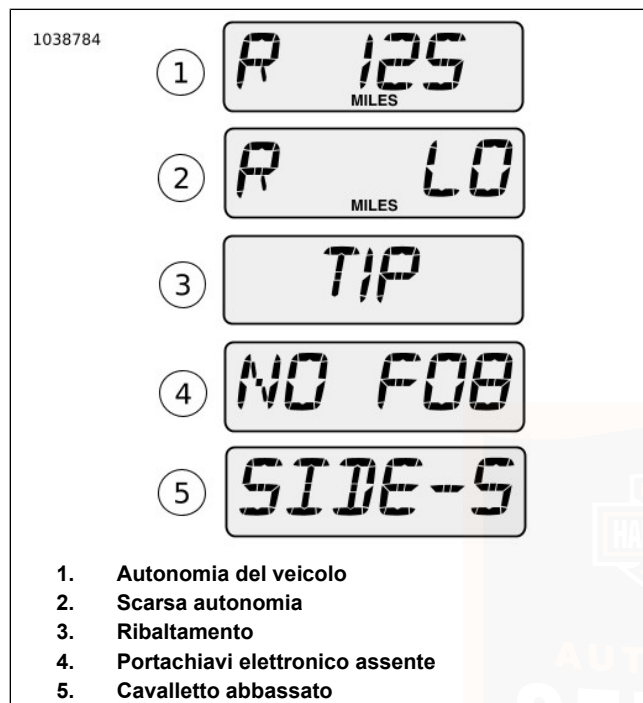

Figura 26. Visualizzazione delle finestre del contachilometri
Vedere Figura 26. La visualizzazione dell'autonomia (1) del veicolo mostra la distanza approssimativa ancora percorribile con la quantità di combustibile rimasta nel serbatoio.
Vedere Figura 26. Quando il calcolo dell'autonomia raggiunge approssimativamente il valore di 10 km o di 10 mi ancora percorribili, la funzione di Autonomia visualizza le lettere "R
Vedere Figura 26. Qualora la motocicletta dovesse rovesciarsi, la parola "TIP" (3) appare nella finestra del contachilometri. Non sarà possibile avviare il motore finché non si sia annullata la segnalazione.
Vedere Figura 26. Se la motocicletta parte senza portachiavi elettronico, nella finestra del contachilometri viene visualizzato "NO FOB" (PORTACHIAVI ELETTRONICO ASSENTE) (4).
Vedere Figura 26. Sui modelli internazionali (HDI), inserendo una marcia nella motocicletta mentre il cavalletto è abbassato, viene visualizzato scorrere il messaggio "SIDE-STAND" (cavalletto laterale) (5). Vedere PRIMA DI GUIDARE IL VEICOLO > FUNZIONAMENTO DEL CAVALLETTO (Pagina 43).